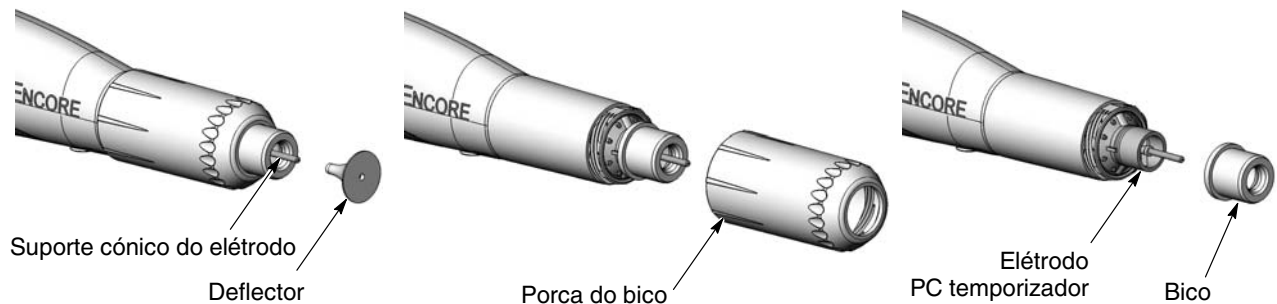

Figura 4-8 Mudança de um bico cónico
2. Consulte a figura 4-8. Puxe cuidadosamente o deflector para fora do conjunto do eléctrodo. Se apenas substituir o deflector, monte um novo no conjunto do eléctrodo tendo o cuidado de não curvar o fio do eléctrodo.